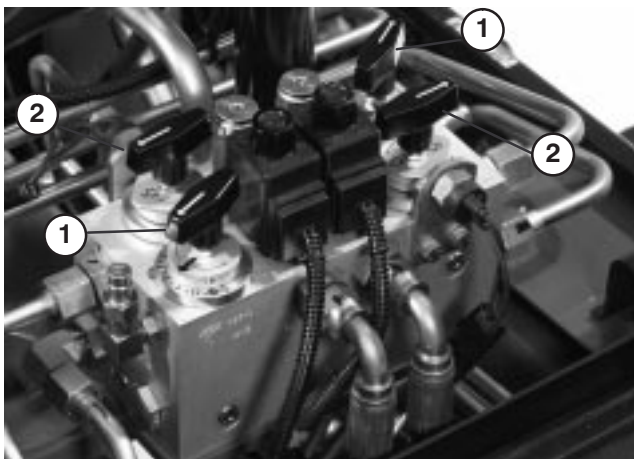

Figure 70
3. Localisez les boutons de sélection de vitesse des cylindres et les boutons de rodage (Fig. 70). Tournez le(s) bouton(s) voulu(s) à la position de rodage et le(s) bouton(s) de sélection de vitesse des cylindres à la position "1."